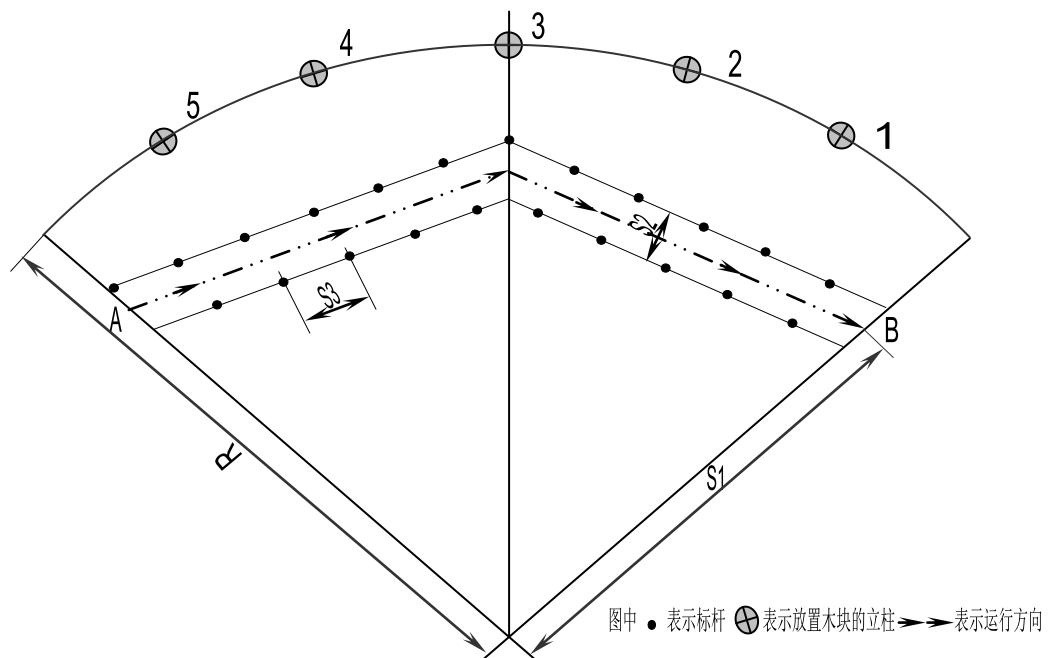

图5.2
5.2 起吊水箱绕木杆运行和击落木块 (图 5.2、表 5.2)